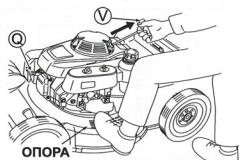

Рис. 6.
1 Установите свечной колпачок (Q). (См. рис. 6.)
4 Чтобы запустить двигатель, поставьте одну ногу на порог корпуса, слегка потяните за рукоятку стартера (V) и приостановитесь в положении, когда почувствуете сопротивление (См. рис. 6.), а затем резко дерните за рукоятку из этого положения. После этого плавно верните рукоятку стартера (V) в исходное положение.